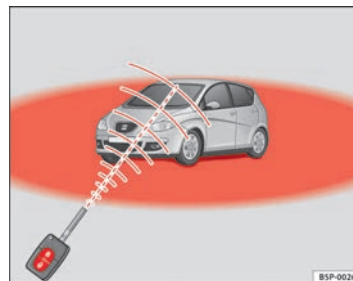

Fig. 63 Périmètre d'action de la radiocommande
- La radiocommande fonctionne uniquement lorsque vous vous trouvez dans le périmètre d'action ⇒ fig. 63 (zone rouge).